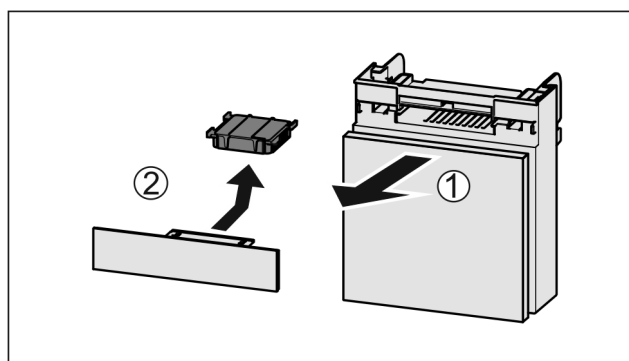

Fig. 137
- ▶ Vytiahnite zásuvku smerom dopredu Fig. 137 (1).
- ▶ Vyberte aktívny uhlíkový filter Fig. 137 (2).